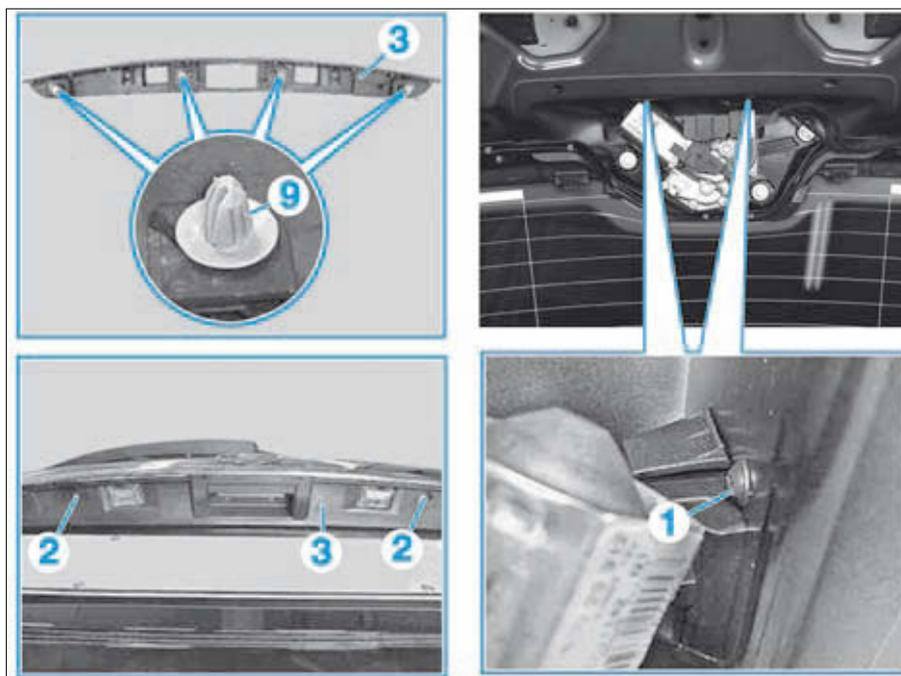

FIG. 87
- Déposer les vis (1) et (2) (Fig.87).
- Dégrafer le support de commande d'ouverture extérieure (3).
- Desserrer, sans les déposer, les vis (8).
- Déposer les vis (8).
Lors de la repose, remplacer les agrafes (9) (Fig.87).